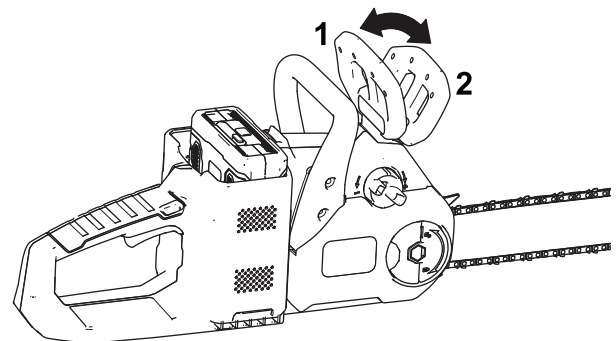

Bild 8
5. Stellen Sie sicher, dass die Kettenbremse in der EINSATZ-Stellung ist (Bild 8).
Wenn Sie die Säge nicht verwenden oder sie zwischen Arbeitsbereichen transportieren, stellen Sie die Kettenbremse in die STOPP-Stellung (Bild 8).